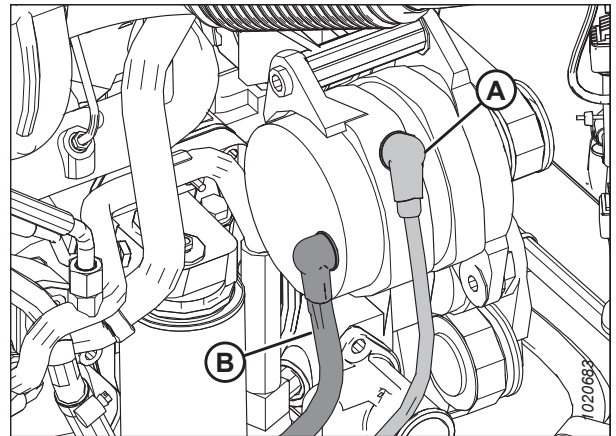

Abbildung 5.32: Lichtmaschine
- Die Batterie- oder Lichtmaschinenpole **NICHT** kurzschließen und verhindern, dass das Pluskabel (+) der Batterie (B) oder das Lichtmaschinenkabel geerdet werden.
- Wenn die Drähte von der Lichtmaschine abgeklemmt sind, siehe Abbildung 5.32, Seite 267, um den richtigen Anschluss sicherzustellen.